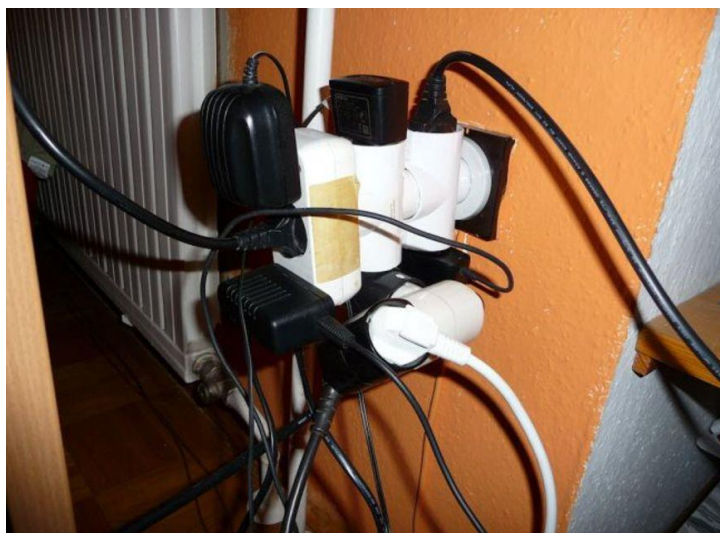

Figura 6 – Tomada elétrica sobreutilizada
- **Sobre utilização das tomadas**, com *excesso de equipamentos a elas ligadas* (**sobreaquecimento**) – ver Figura 6.